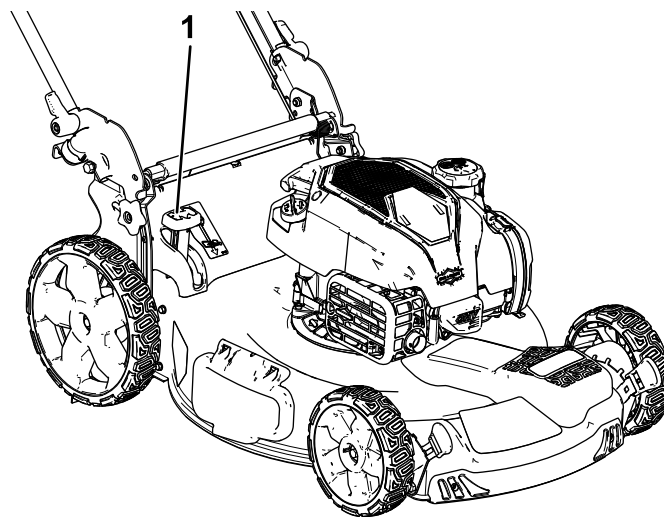

Figura 16
- **Para ensacar a grama e as aparas de folhas,** pressione o botão na alavanca do saco recolhedor opcional e mova a alavanca para frente até que o botão na alavanca se solte (Figura 16).